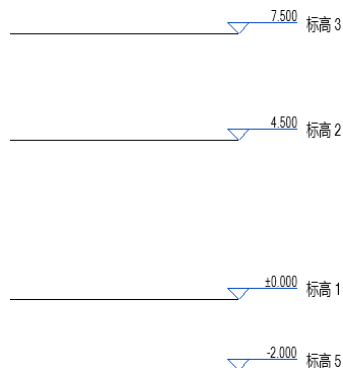
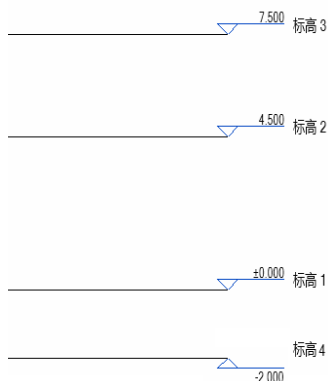

图 15-4 输入标高值
图 15-5 更改标高
(5) 双击标高上的临时尺寸值, 输入标高值, 结果如图 15-4 所示。
(6) 选择图 15-4 中的标高 5, 在“属性”选项板中选择“下标头”类型, 更改标高类型, 结果如图 15-5 所示。